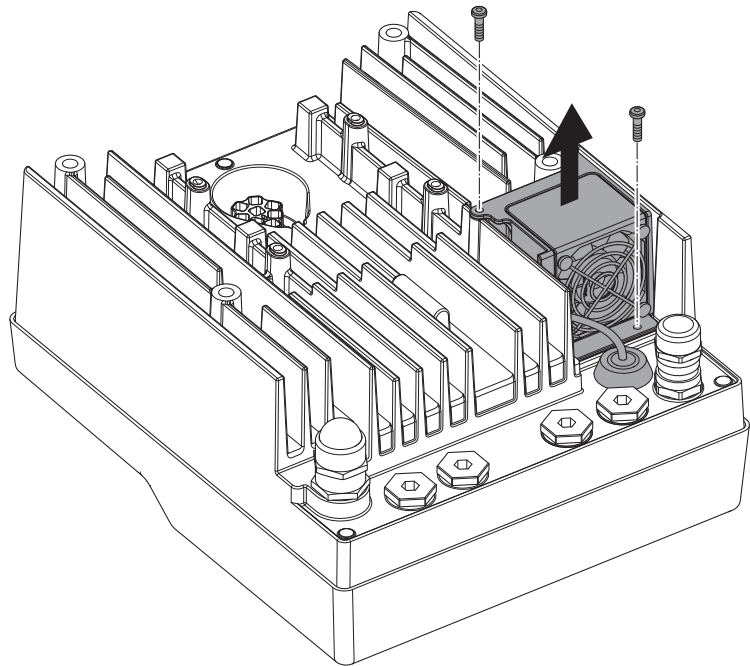

Fig. 47: Demontáž ventilátora modulu
- Uvoľnite skrutky na ventilátore modulu (Fig. 47).